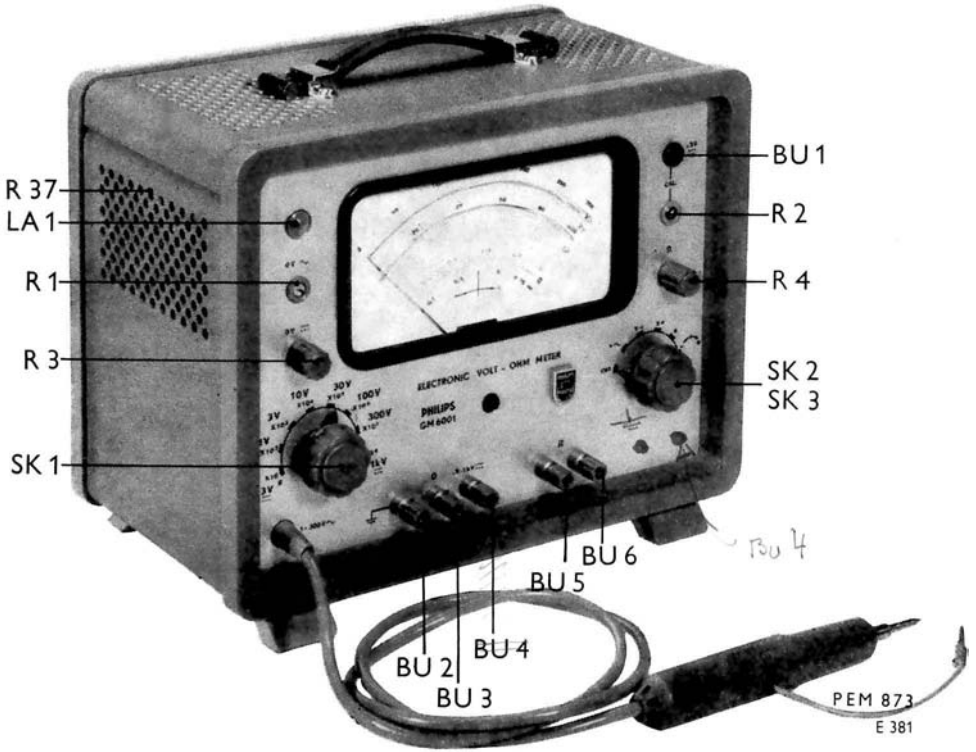

Bild 5. Bedienungsorgane und Wechselspannungs-Messkopf
Siehe für die Beschreibung der Bedienungsorgane Bild 5 auf Seite 12.
- Das Gerät mit dem Betriebsartenschalter (SK2/SK3, Bild 5) einschalten.